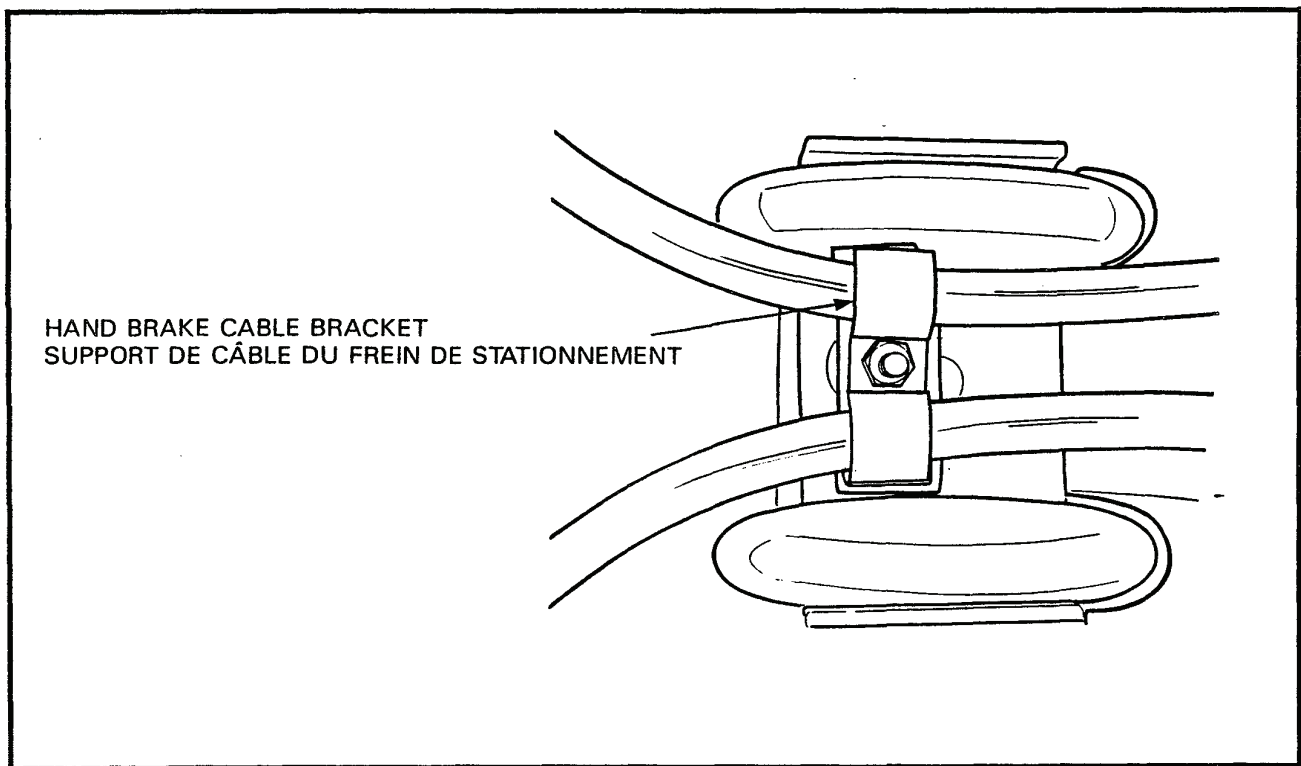

Figure 4-2-10 Hand Brake Cable Bracket
f. Remove the cable from the cable bracket at the rear of the vehicle frame, see Figure 4-2-10. Remove the spring attaching the cable to the shock absorber.	f. Enlever le câble de son support à l'arrière du châssis du véhicule, voir figure 4-2-10. Enlever le ressort retenant le câble à l'amortisseur.